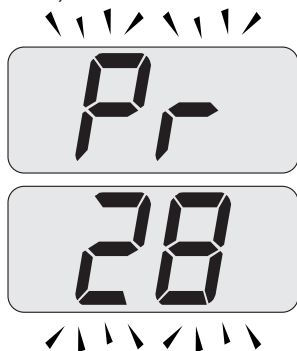

Figura 9.8
- Scorrere i vari parametri utilizzando i tasti 19 o 20 fino a far apparire sul display LCD le lettere **Pr** che si alternano con il codice **28**, indicanti l'entrata nel "parametro 28" (Figura 9.8).
- Premendo contemporaneamente i tasti 18 e 19 (Figura 9.6) si esce senza modificare il valore (ritorno alla lista parametri Figura 9.8).